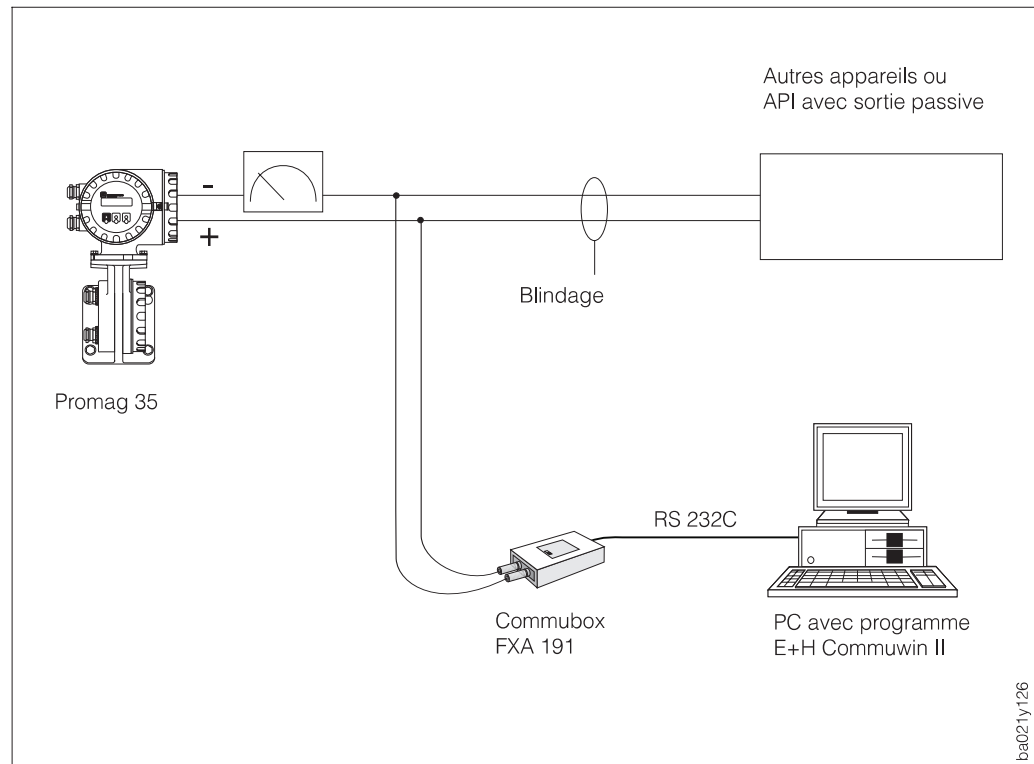

Fig. 43
- Raccordement via le câble de signal analogique 4...20 mA de la sortie courant ; voir fig. 43